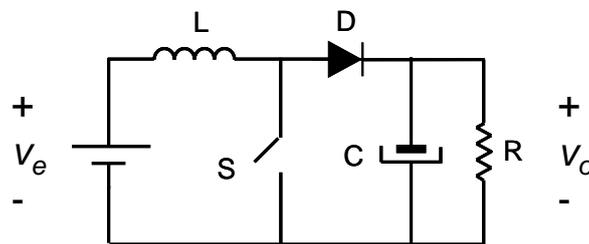
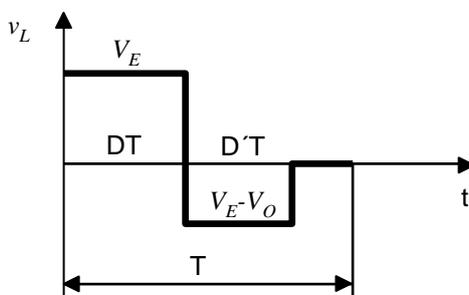

Figura 1
Figura C2.1
El convertidor CC/CC de la Figura 1 opera en régimen permanente en Modo de Conducción Continuo. La frecuencia y el ciclo de trabajo de operación del interruptor S son 50kHz y 50% respectivamente. En estas condiciones la potencia proporcionada por la fuente de continua de entrada (V_e) es 10kW y la tensión de salida del convertidor (V_o) es 100V.
2. Calcular, para el convertidor de la Figura 1, la relación entre la tensión de salida, V_o , y la tensión de entrada, V_e , cuando el convertidor opera en MCD (Modo de Conducción Discontinuo). NOTA: La expresión que se proporcione como resultado, debe contener los parámetros L, R, ciclo de trabajo y la frecuencia o periodo de conmutación. Además, suponer para el cálculo todos los componentes ideales.
La tensión media en la bobina debe ser nula: $\overline{V_L} = 0V$. La forma de la tensión en la bobina en función de los distintos intervalos de tiempo de los tres estados de funcionamiento que se producen en el convertidor elevador de la Figura 1 se muestran en la figura C2.1.